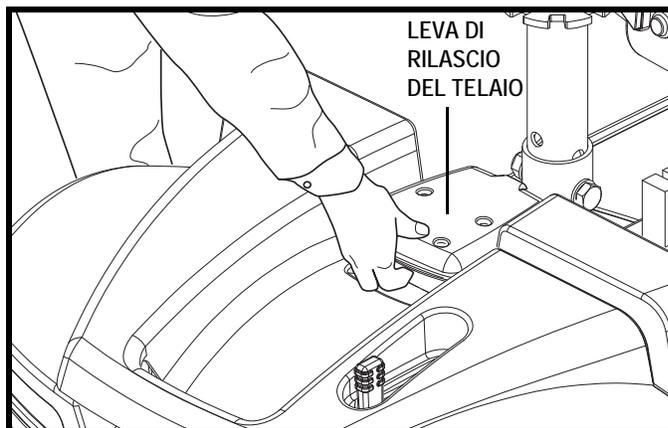

Figura 21. Leva Di Rilascio Del Telaio
3. Afferrare e sollevare la leva di rilascio del telaio. **Vedere figura 21.**
2. Usare la leva di rilascio del telaio per sollevare la parte anteriore mentre si allineano i ganci del telaio della parte anteriore con il tubo del telaio inferiore della sezione posteriore. **Vedere figura 21.**